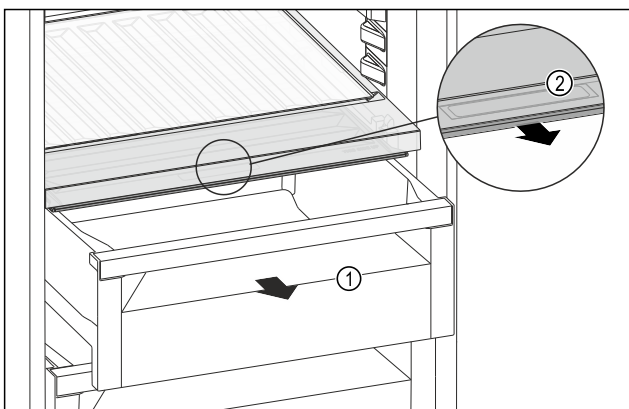

Fig. 128
- ▶ Извлеките выдвижной ящик Fig. 128 (1).
- ▶ Возьмитесь за утопленную ручку Fig. 128 (2) на крышке отделения и одновременно потяните крышку отделения вперед.